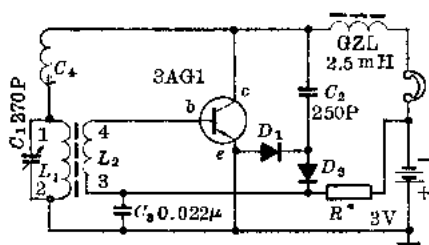
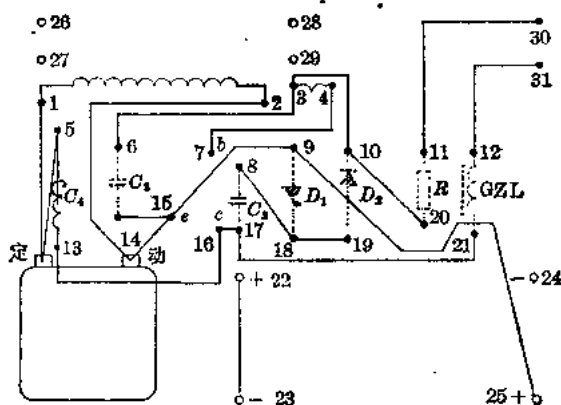

图 1
图 2
i. 按图 1 的电路图, 设计图 2(底板反面), 在 80×52 [毫米]² 的胶木板上, 按图 2 所示位置, 画出 31 个孔的位置, 然后用摇钻开孔, 并用砂纸磨光板的边缘。
ii. 按照图 2 所示焊接底板反面各孔的连接线：